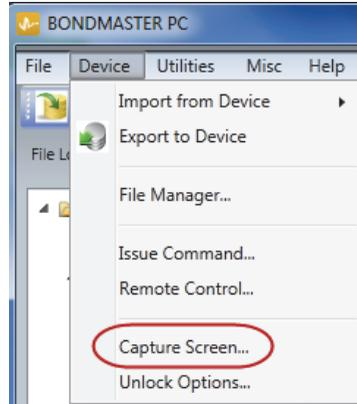

図 7-1 BondMaster PC Device (デバイス) メニュー
3. **Device** (デバイス) メニューで、**Capture Screen** (スクリーンショットの取り込み) を選択します (186 ページの図 7-1 参照)。